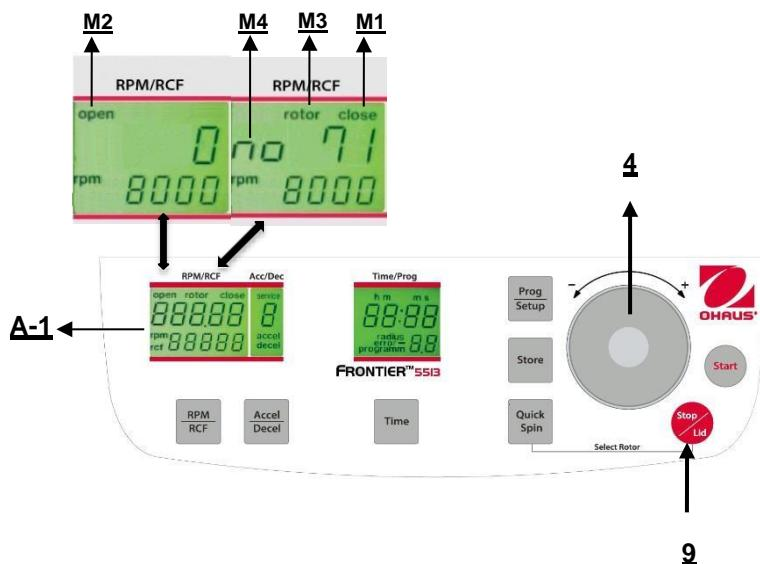

Figura. 12
Antes de la operación, cuando la tapa de la centrífuga está cerrada, aparece la palabra "close" (M1) en la pantalla "RPM/RCF" (A-1). Además, el número de código del rotor preajustado se muestra en la pantalla. Incluso si el rotor no está insertado. Al presionar el botón "Stop/Lid" (9), puede liberar la tapa de la centrifuga. Tan pronto la tapa esté completamente liberada, aparece la palabra "open" (M2). Ahora puede abrir la tapa de la centrífuga. Consulte la Figura 12 a continuación para referencia.
La tapa debe bajarse solo un poco. Un seguro de la tapa cierra la tapa, al mismo tiempo que desaparece la palabra "open" (M2) (vea la Figura 12).